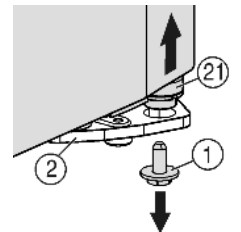
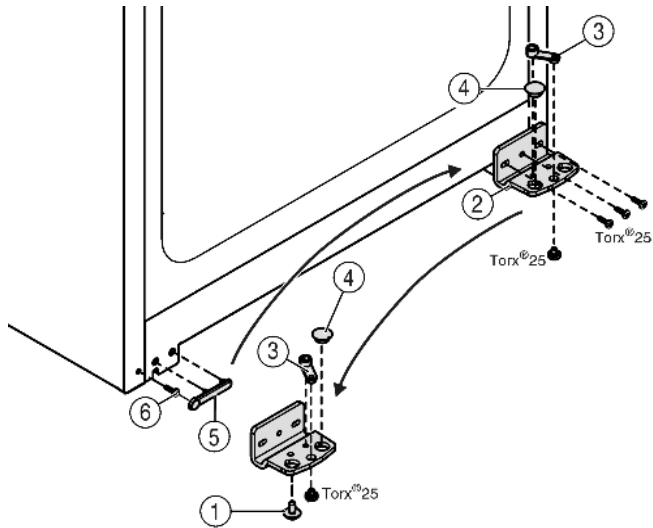

Fig. 5
Fig. 6
- ▶ Jobbra lent a csapágybakon lévő biztosítócsavart ( Fig. 5 (1)) tekerje ki.
- ▶ A tartócsap ( Fig. 5 (21)) kioldódik a csapágybakból ( Fig. 6 (2)).
- ▶ Ha a tartócsap Fig. 5 (21) nem oldódik ki, a csapszeget alulról nyomja ki.
- ▶ Csavarozza le a csapágybakot Fig. 6 (2).
- ▶ Csavarozza le a csapágyrészét Fig. 6 (3), helyezze át a csapágybak túloldali felvevő furatába és csavarozza vissza.
- ▶ Vegye ki a csapágybakban lévő dugót Fig. 6 (4), és helyezze át a csapágybak szemközti oldalán lévő felvevőfuratba.
- ▶ Óvatosan emelje le a fogantyú felőli fedelet Fig. 6 (5).
- ▶ Tekerje ki a csavart Fig. 6 (6) és az ellenkező oldalon helyezze be.
- ▶ Helyezze vissza a fedelet Fig. 6 (5).
- ▶ Csavarozza vissza a csapágybakot Fig. 6 (2) a csuklópánt új oldalára **4 Nm-es nyomatékkal**, szükség esetén egy akkus csavarhúzóval.
- ▶ A biztosítócsavart Fig. 5 (1) lent csavarja be a tartócsapba és húzza meg (**4 Nm-es nyomatékkal**).